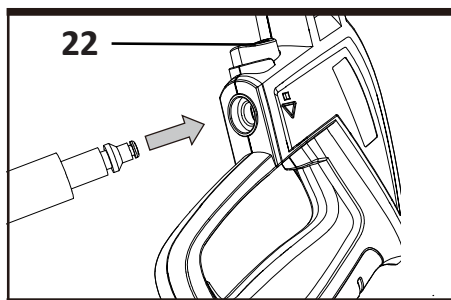

Рис. E2
22. Кнопка отсоединения шланга высокого давления (см. рис. E2)
2. Подсоедините один конец шланга высокого давления к пистолету-распылителю. Шланг можно отсоединить от пистолета, нажав на соответствующую кнопку (см. рис. E2).